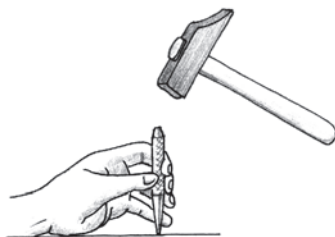

Рис. 11
5. Кернером (или гвоздем) нанести декоративные точки (4–5 шт.) на поверхность подковы (рис. 11).